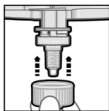
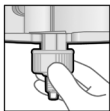

Рис. 3
Рис. 4.1
5. Когда смешивающий наконечник установится в правильном положении (рис. 3), надвиньте на него фиксирующее кольцо Dynamix до упора и поверните его по часовой стрелке (на 1/4 оборота), чтобы оно надёжно зафиксировалось в правильном положении (Рис. 4.1, 4.2 и 5)